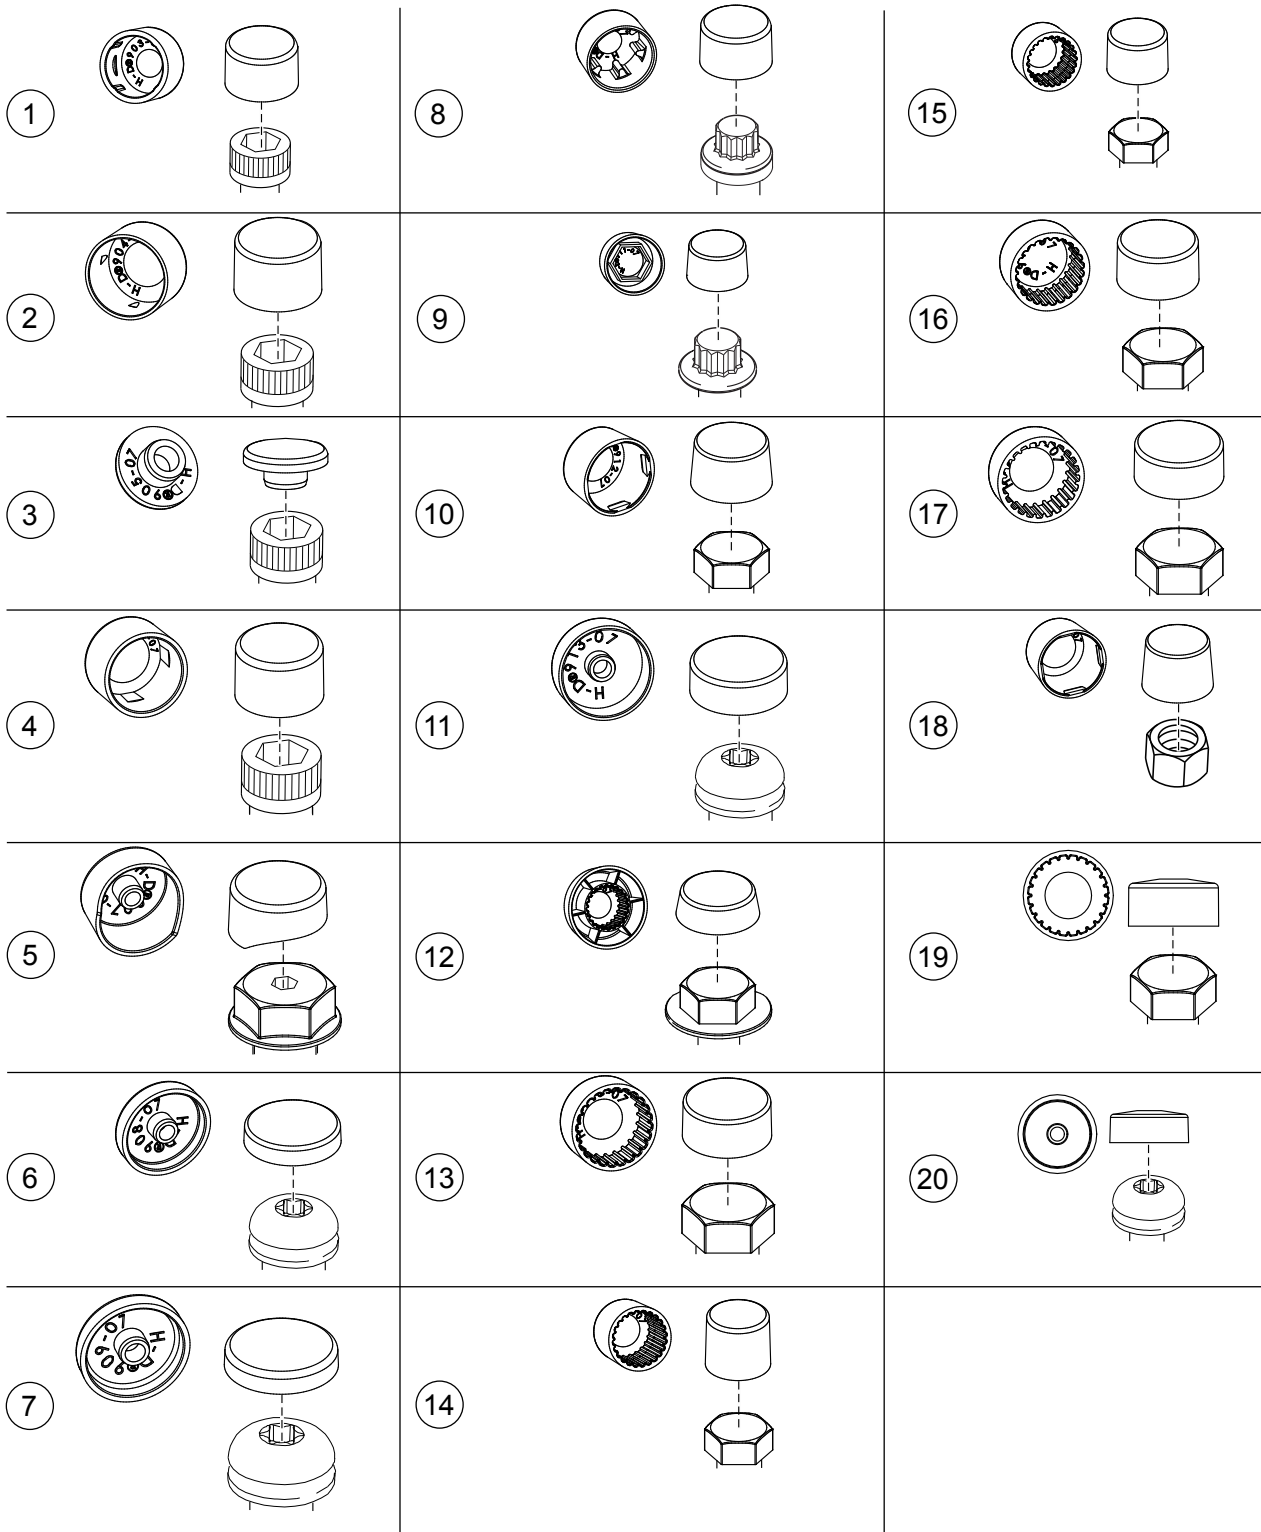

Figura 2. Tampas clássicas e parafusos correspondentes
- Veja Figura 2 para obter as imagens de cada tampa e parafusos correspondentes.